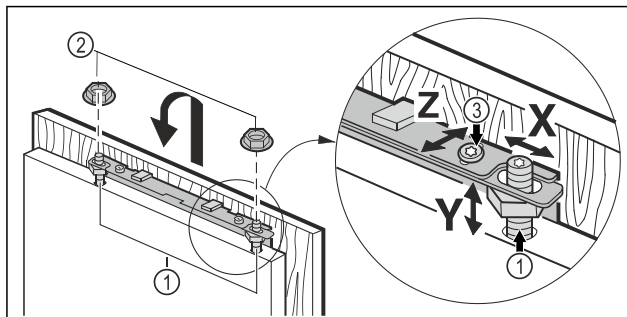

Fig. 45
- Навесьте мебельную дверь на регулировочные болты Fig. 45 (1) и накрутите контргайки Fig. 45 (2) на регулировочные болты, не затягивая.
- Выравнивание мебельной двери по высоте Y и боковому наклону: с помощью отвертки установите положение регулировочными болтами Fig. 45 (1).
- Затяните контргайки Fig. 45 (3).